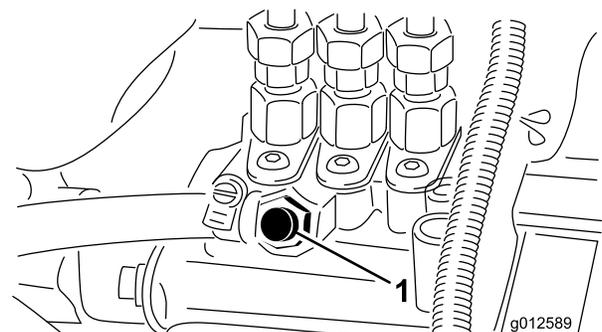

Figura 31
4. Abra el tornillo de purga de aire de la bomba de inyección de combustible (Figura 31).